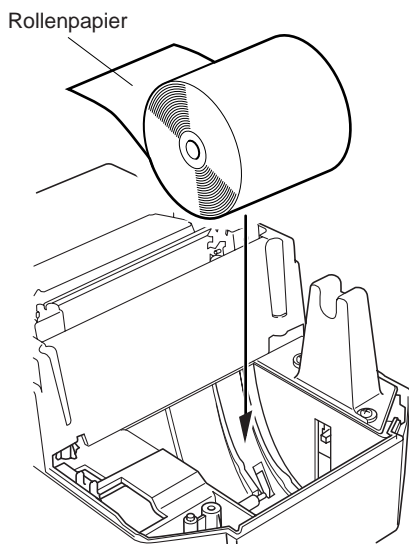

Abb. 6-5 Einlegen von Papier
- ④ Unter Beachtung der Richtung des Rollenpapiers das Rollenpapier in die Vertiefung setzen, wie in Abbildung 6-5 gezeigt.
- ⑤ Die Kante des Papiers in den Papiereinzug setzen. Wenn richtig eingesetzt, läuft die Kante des Papiers durch den Papierauslauf.
- ⑥ Führen Sie die Oberkante des Papiers in den Abreißkantenschlitz ein, und bringen dann die Abdeckung an, indem Sie die Ausbauschritte von Schritt ① oben in umgekehrter Reihenfolge ausführen.